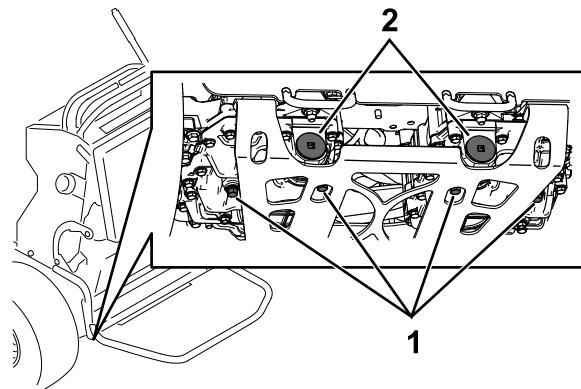

Figure 78
5. Localisez le bouchon de vidange au bas de chaque transmission et placez un bac de vidange sous les bouchons (Figure 78).